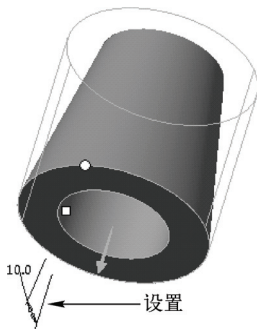

图 10-71 设置参数
STEP 05 在绘图区中模型的底面上单击鼠标左键，确定拔模枢轴，设置拔模角度为“10.0”，如图 10-71 所示。